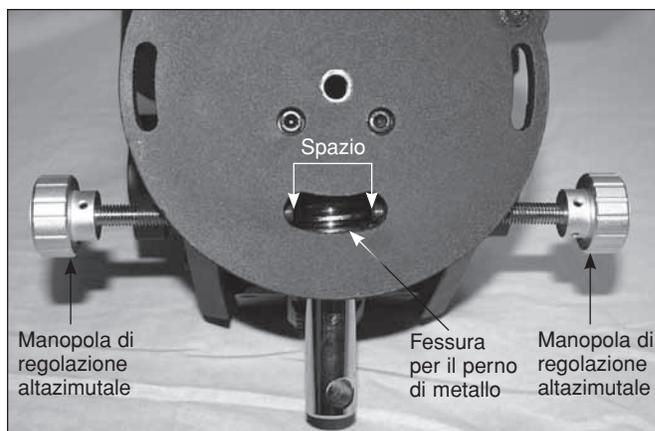

Figura 9. Se le viti di regolazione dell'azimut sono già installate, assicurarsi che tra loro ci sia un ampio spazio nella fessura.
2. Se le manopole di regolazione dell'azimut sono installate, prima di fissare la montatura, assicurarsi che ci sia un ampio spazio tra i bulloni (**Figura 9**).